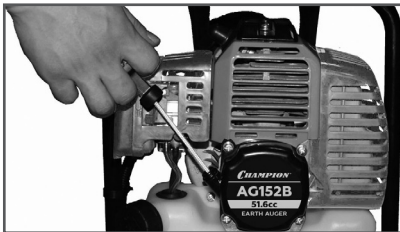

Рис. 7 Запуск двигателя
6. Проверните коленчатый вал двигателя ручным стартером (Рис. 7) до тех пор, пока не почувствуете сопротивление, затем медленно опустите ручку стартера вниз. Снова медленно потяните за ручку стартера, пока не почувствуете, что стартер вошел в зацепление с маховиком, после чего, резко и с усилием потяните за ручку стартера и запустите двигатель. Двигатель запускается только на короткое время и сразу глохнет. При необходимости повторите. После запуска двигателя медленно и плавно верните ручку стартера на место.